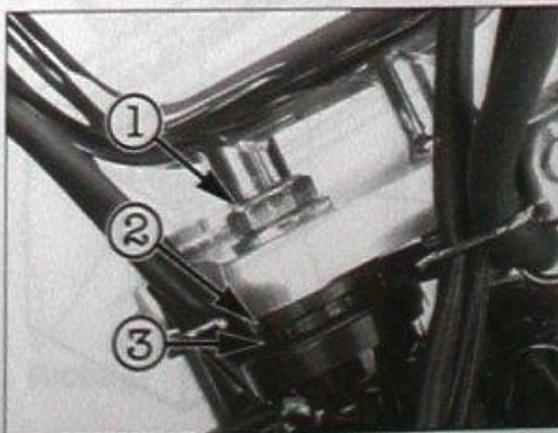

Bild 69
- Untere Gabelklemmschrauben ② Bild 68, Lenkkopfmutter ① Bild 69 und Kontermutter ② lösen.
- Einstellmutter ③ Bild 69 anziehen (5 Nm) und Gabel mehrmals von Anschlag zu Anschlag schwenken.
- Einstellmutter ② Bild 69 wieder vollständig lockern und anschliessend anziehen (5 Nm), bis Lager spielfrei ist und Lenker leichtgängig von Anschlag zu Anschlag schwenkt. Kontermutter handfest anziehen.
- Lenkkopfmutter ① Bild 69 (44 Nm) und untere Gabelkiemmschrauben ② Bild 68 (29 Nm) anziehen.